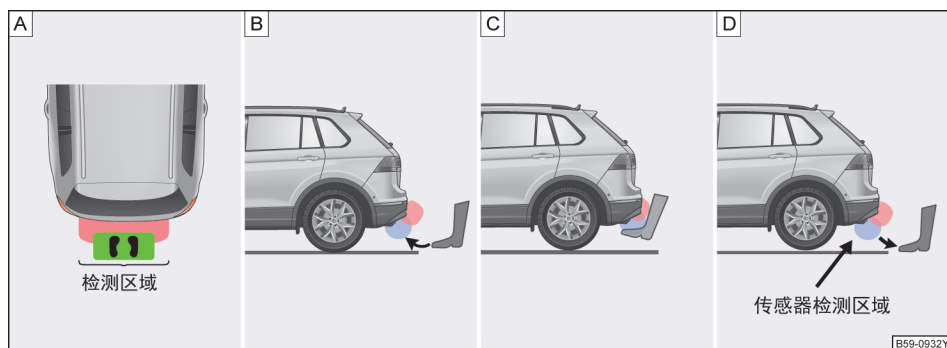

图 65 详细的脚踢步骤
- 1、站到后保险杠前中间位置的有效识别区域内→图 65 [A]
- 2、控制小腿快速踢向行李厢盖→图 65 [B]
- 3、小腿紧紧靠近后保处停止，并且不能触碰到后保→图 65 [C]
- 4、小腿停止后立即收回，并回到踢出位置→图 65 [D]